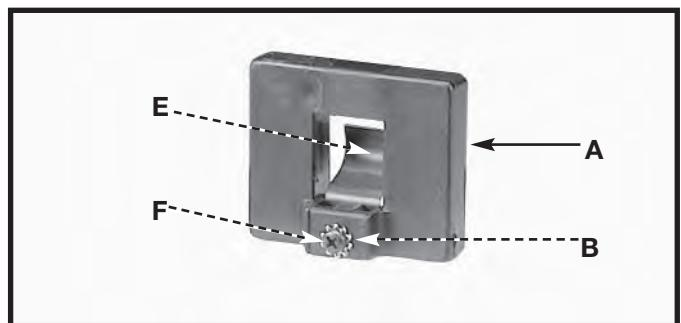
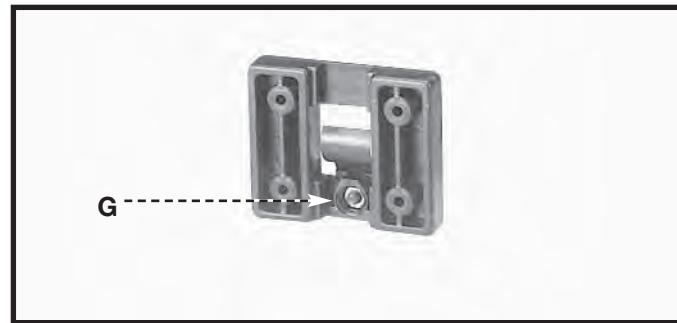

Fig. 19
Fig. 20
- Fixe o grampo de pressão (E) Fig. 19 no prendedor do graminho (A) usando um parafuso de cabeça cônica de M4x.7x10mm (F), arruela de pressão do dente externo de 3/16" (B) e uma porca sextavada de M4x.7.
- OBSERVAÇÃO:** A porca sextavada (G) Fig. 20 será ajustada no encaixe localizado na parte de trás do prendedor do graminho (A) Fig. 19 para manter o grampo de pressão (E) firme no prendedor.